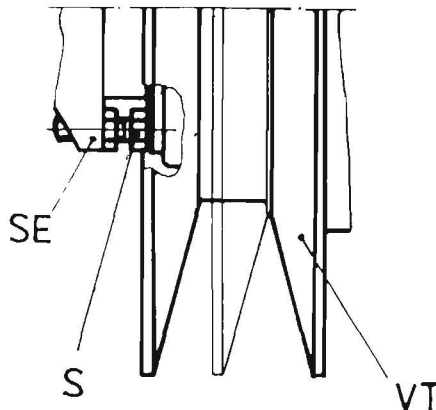

Bild 6/66a
Diese Anschlagsschrauben sind soweit gegen die bewegliche (innere) Scheibenhälfte zu verstellen, bis sich zwischen dem Außendurchmesser des getriebenen Variators (VG) und der Außenseite des Breitkeilriemens ein Maß von 3 + 1 mm ergibt (Bild 6/65; 6/66a und 6/102).